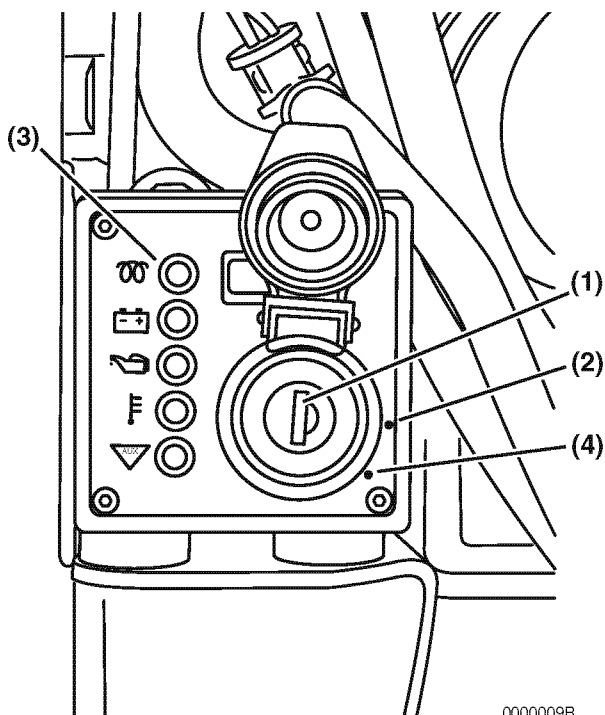
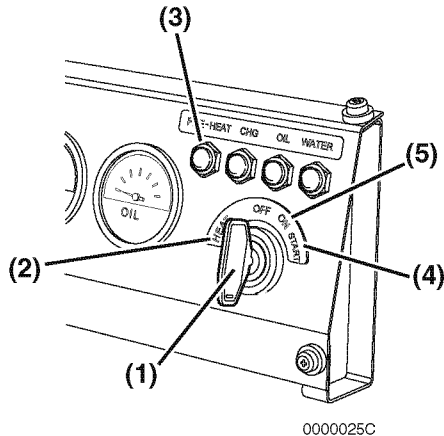

Figure 2
Figure 3
7. Insérez la clef dans l'interrupteur à clef (**Figure 2, (1)**) ou (**Figure 3, (1)**).
8. Tournez la clef en position MARCHÉ (**Figure 2, (2)**) ou en position CHAUFFAGE (**Figure 3, (2)**). L'indicateur de pré-chauffage (**Figure 2, (3)**) clignote pendant plusieurs secondes puis s'éteint. Vous pouvez démarrer le moteur une fois que l'indicateur de pré-chauffage est éteint.
9. Tournez la clef dans le sens des aiguilles d'une montre en position DÉMARRAGE (**Figure 2, (4)**) ou (**Figure 3, (4)**). Relâchez la clef dès que le moteur démarre. Il revient en position MARCHÉ (**Figure 2, (2)**) ou (**Figure 3, (5)**).